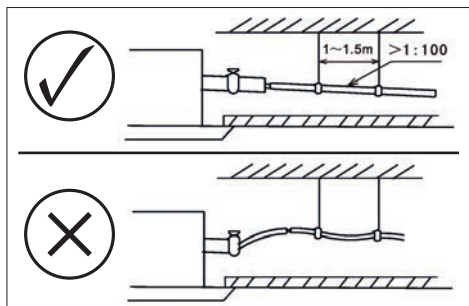

Рис. 4
- Труба должна быть установлена под углом (1/100-150) для беспрепятственного отвода конденсата. Подъемы дренажа нужно исключить (рис. 4 приложения).